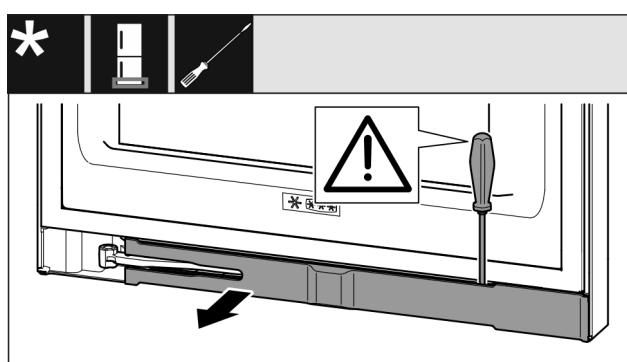

Fig. 13
- ▶ Освободете капачката с плоска отвертка и я завъртете настрани Fig. 13 () .